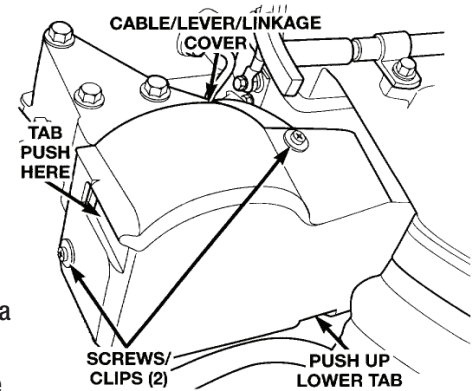

Figura 1
2. Saque la tapa del cable sacando primero los dos (2) tornillos Philips y volteando hacia fuera los clips de retención. Entonces empuje hacia atrás el reten delantero y hacia arriba en el retén inferior. (Figura 1)
3. Quite (6) tornillos de montaje y saque parcialmente el conjunto del sensor de posición de a celerador (TPS)/Sensor de posición del pedal de acelerador (APPS) del motor. Deje descansar el conjunto de TPS/APPS en una situación segura sin poner presión el los cables o conectores eléctricos. Los cables no necesitan sacarse del soporte.